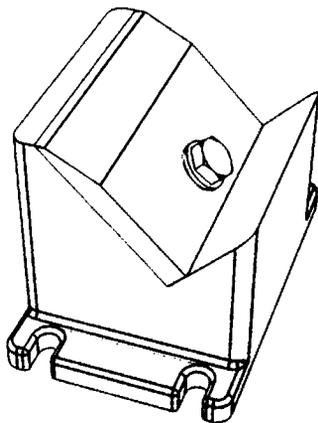

Рис. 13.8. Рисунок получается за счет небольших изменений настроек
12. Щелкните вкладку **Стиль, Заливку—Без цвета** и нажмите **Визуализация**, чтобы получить изображение, как на рис. 13.8.